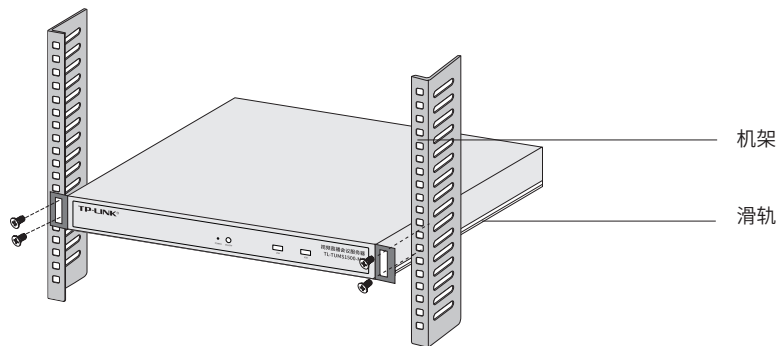

图2-1 机架安装示意图
2. 用螺钉将L型角铁固定在机架两端固定的导槽上，确保服务器稳定、水平地安装在机架上，如图2-1所示